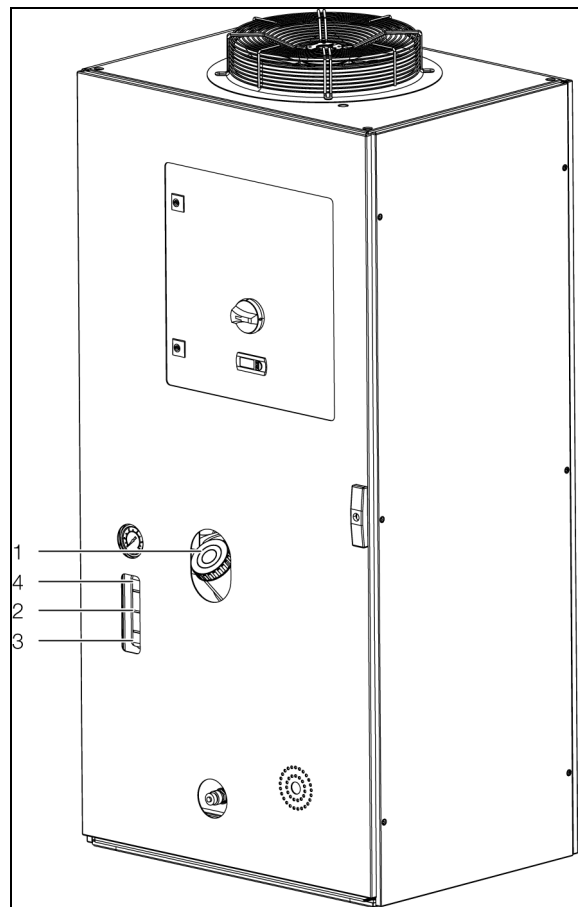

Fig. 32 : Remplissage de l'agent de refroidissement (représenté 3335.790)
- Verser l'agent de refroidissement dans la cuve du refroidisseur d'eau via la tubulure de remplissage (fig. 32, pos 1).
La quantité de remplissage correcte (entre le min. et le max.) peut être lue sur l'affichage du niveau d'eau (fig. 32, pos. 2) à l'extérieur de la cuve sans avoir à ouvrir la porte du refroidisseur d'eau.